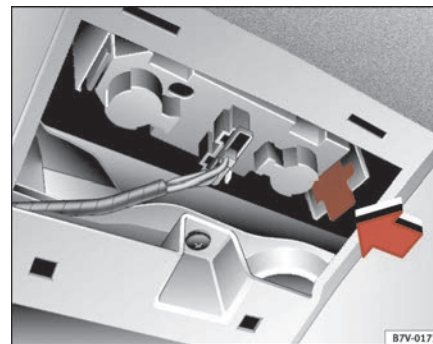

Abb. 165 Leuchten an der Heckklappe
- Drücken Sie die elastische Lasche in Pfeilrichtung ⇒ Seite 257, Abb. 165 und nehmen Sie die Lampenfassung nach unten ab.